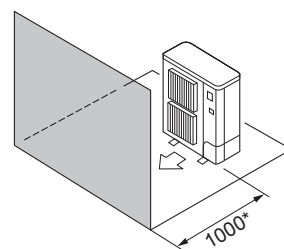

Fig. 2-6
- ④ Obstáculos apenas na parte da frente (Fig. 2-6)